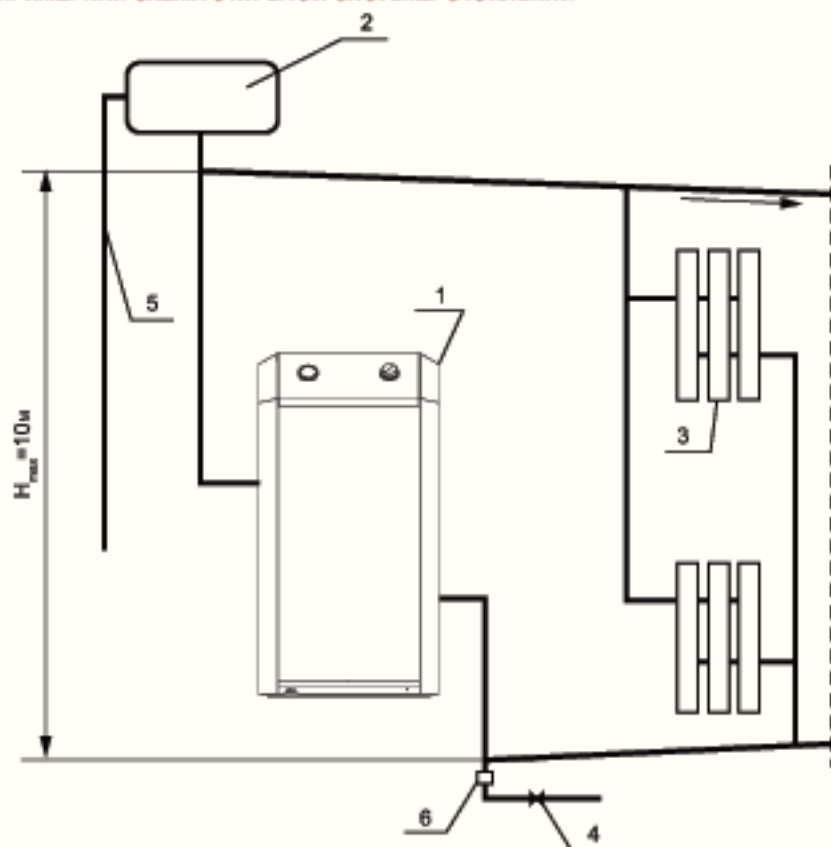

Рис. 2.
- 6.7. Расширительный бак устанавливается в верхней точке главной от стояка, желательно в отапливаемом помещении. Запрещается устанавливать вентиль на сигнальной трубе (см. рис. 2, 3).